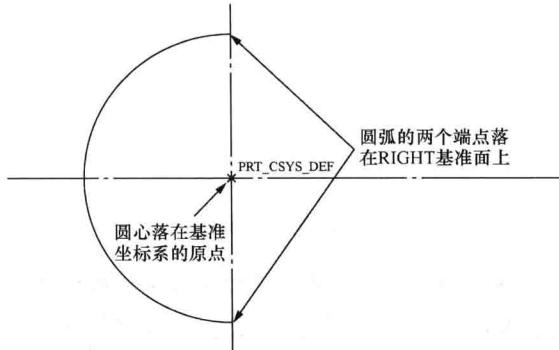

图 1-15 绘制圆弧
2) 单击草绘工具栏中 右侧的“下拉”按钮 , 弹出圆弧绘制工具条 ，选择“圆心和端点”工具按钮 绘制圆弧，如图 1-15 所示，其中，圆弧的两个端点落在 RIGHT 基准面上，圆心则落在基准坐标系 PRT_CSYS_DEF 上。